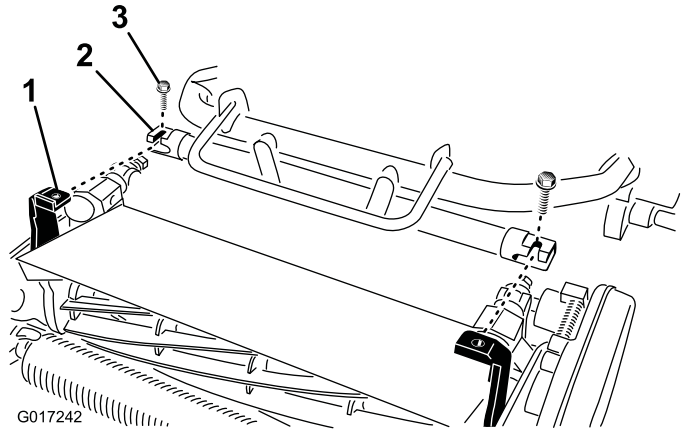

Figura 8
4. Mueva el bastidor de la máquina hacia adelante hasta que se acople a los brazos de pivote de la unidad de corte (Figura 8).
5. Sujete el bastidor de la máquina a los brazos de pivote de la unidad de corte con los 2 pernos ($\frac{3}{8}$ " x $\frac{3}{4}$ ") (Figura 8).